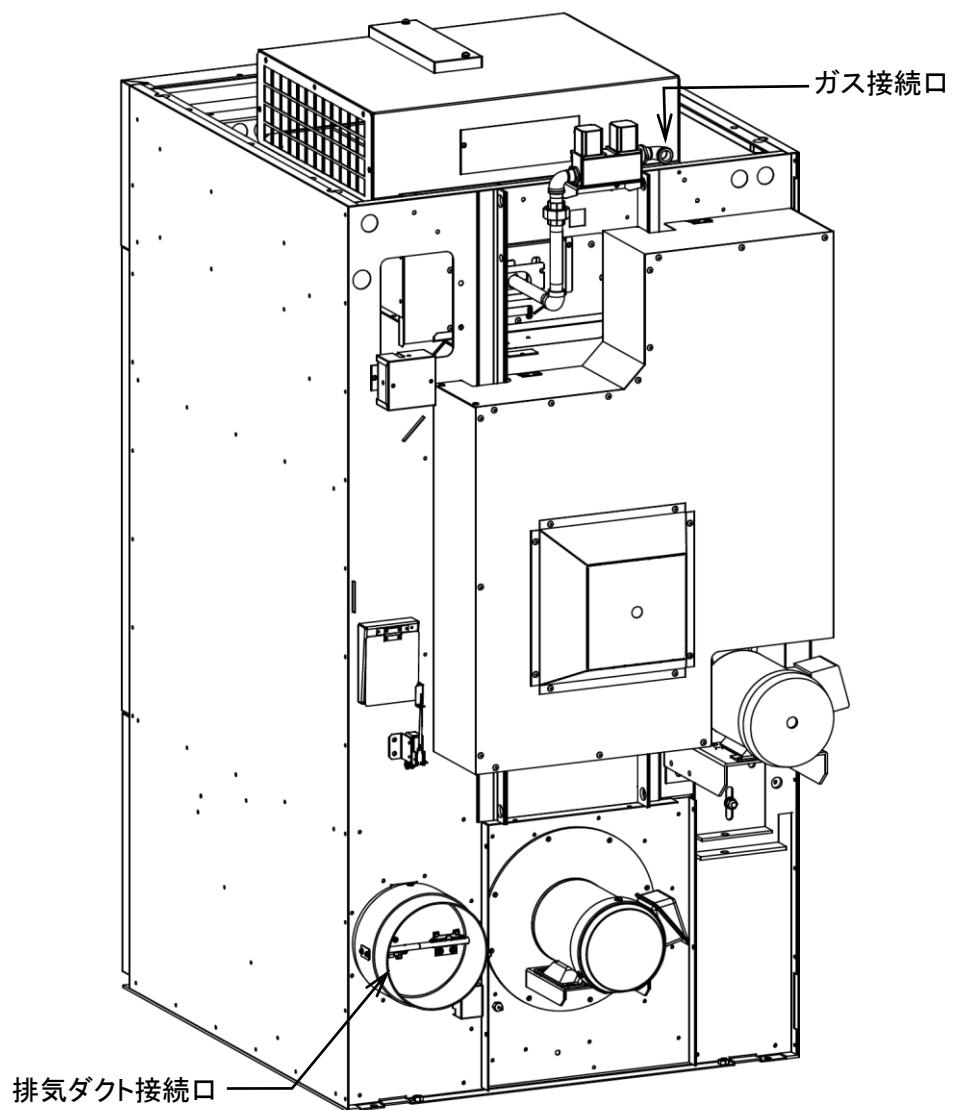

図 5-1
- ガス配管接続口に配管を接続します。(図 5-1)
- 排気ダクト接続口にダクトを接続します。外形は $\phi 198mm$ です。(図 5-1)